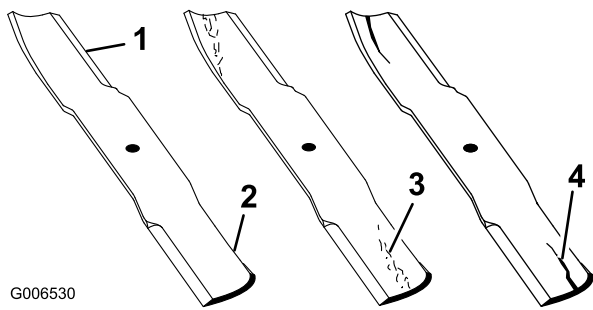

Figure 80
1. Examinez le tranchant des lames (Figure 80). Si les lames coupent mal ou présentent des indentations, déposez-les et aiguiser-les (voir Aiguisage des lames).
2. Inspectez les lames, surtout la partie relevée (Figure 80). Remplacez immédiatement toute lame endommagée, usée ou qui présente une entaille (Figure 80).